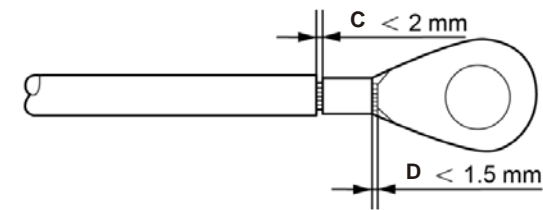

Abbildung 3.16 Draht abisolieren
- 4) Führen Sie den abisolierten Draht in den Crimbereich der OT-Klemme ein und crimmen Sie die Klemme mit der Hydraulikkammer auf den Draht (siehe Abbildung 3.16).